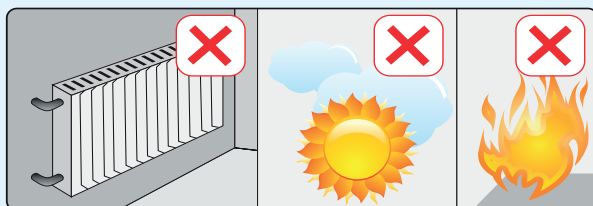

Abb. 1
Stellen Sie es in einem Mindestabstand von (1) Meter zu Hitzequellen (Ofen, Heizung, Heizstrahler usw.) auf (Abb. 1)